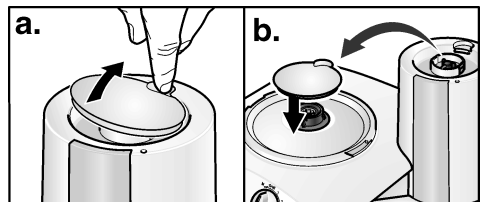

Figura 12
3. Si aún no lo hizo, cambie la cubierta del acoplamiento a aquél de elevado torque. Ver figura 12.